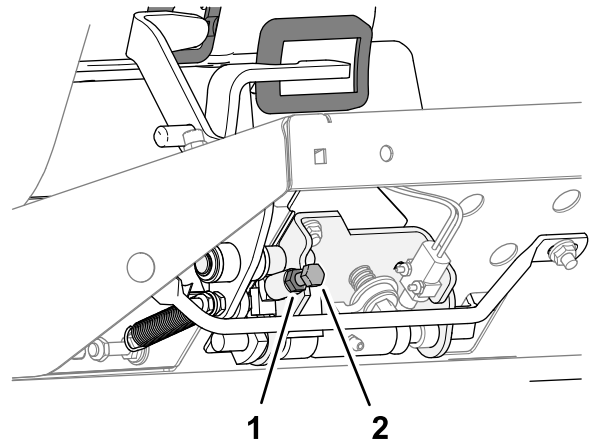

Bild 82
- Um die Mähgeschwindigkeit zu verringern, drehen Sie die Drehzahlbegrenzungsschraube (Bild 82) im Uhrzeigersinn.